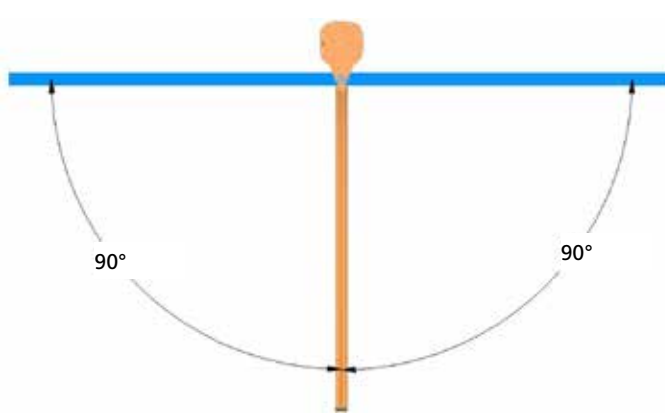

fig.83
2. Compruebe la planitud del brazo con la ayuda de un nivel de burbuja. Realice esta comprobación girando el brazo 90° a izquierda y a la derecha (fig. 83).